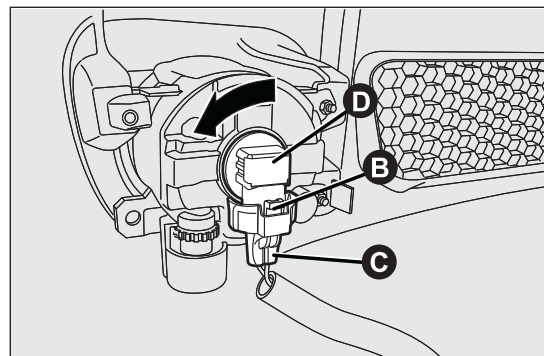

РИС. 132
- воздействуя на зажим В РИС. 132, отсоедините электрический разъем С;